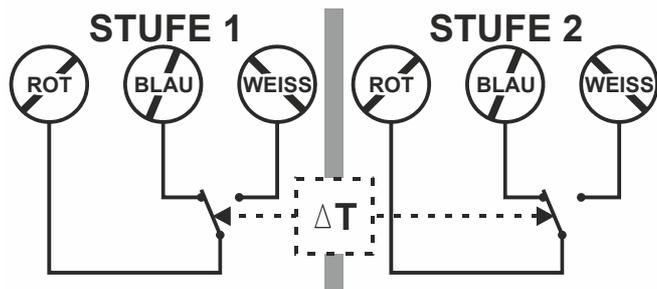

Abb. 3. T6120B1003 elektrischer Anschluß
**Heizbetrieb:** Den roten und den blauen Kontakt jeder Stufe (gemäß Abb. 3) mit dem entsprechenden Kontakt der Heizanlage verbinden. Der Kontakt von Stufe 1 öffnet bei steigender Temperatur. Steigt die Temperatur um einen weiteren Wert gleich der eingestellten Schaltdifferenz an (siehe Abschnitt „Einstellung Schaltdifferenz zwischen den Stufen“), öffnet auch der Kontakt von Stufe 2.
**Kühlbetrieb:** Den roten und den weißen Kontakt jeder Stufe (gemäß Abb. 3) mit dem entsprechenden Kontakt der Kühlanlage verbinden. Der Kontakt von Stufe 1 öffnet bei fallender Temperatur. Fällt die Temperatur um einen weiteren Wert gleich der eingestellten Schaltdifferenz (siehe Abschnitt „Einstellung Schaltdifferenz zwischen den Stufen“), öffnet auch der Kontakt von Stufe 2.